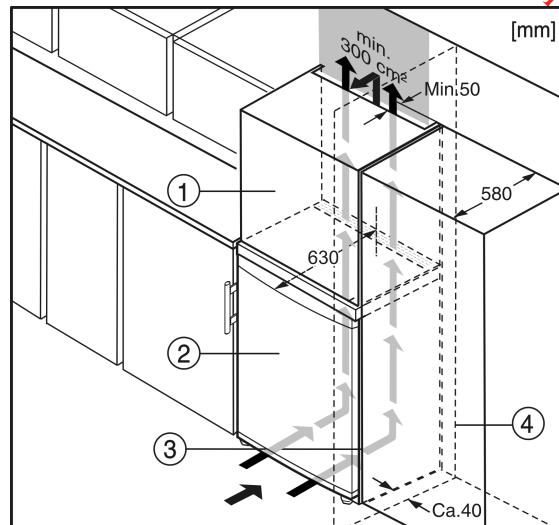

Fig. 5
(1) Takma dolabı
(2) Cihaz
(3) Mutfak dolabı
(4) Duvar
Cihaz, mutfak tertibatiyla modifiye edilebilir. Cihazı Fig. 5 (2) mutfak tezgahına göre denklemek için, cihazın üzerine uygun bir takma dolabı Fig. 5 (1) monte edilebilir.
Mutfak dolaplarıyla (derinliği maks. 580 mm) değiştirildiğinde cihaz, mutfak dolabının Fig. 5 (3) yanına kurulabilir. Cihazın kapısı yandan 34 mm, cihazın ortasında da 50 mm mutfak dolabı ön kapısının karşısında durur. Bu sayede kolayca açılır ve kapanır.
Cihaz menteşelerle bir duvarın Fig. 5 (4) yanına kurulduğunda, cihazla duvarın arasındaki mesafenin en az 40 mm olması gereklidir. Bu mesafe, kapı açık olduğunda kolumnun taşıma mesafesine eşittir.